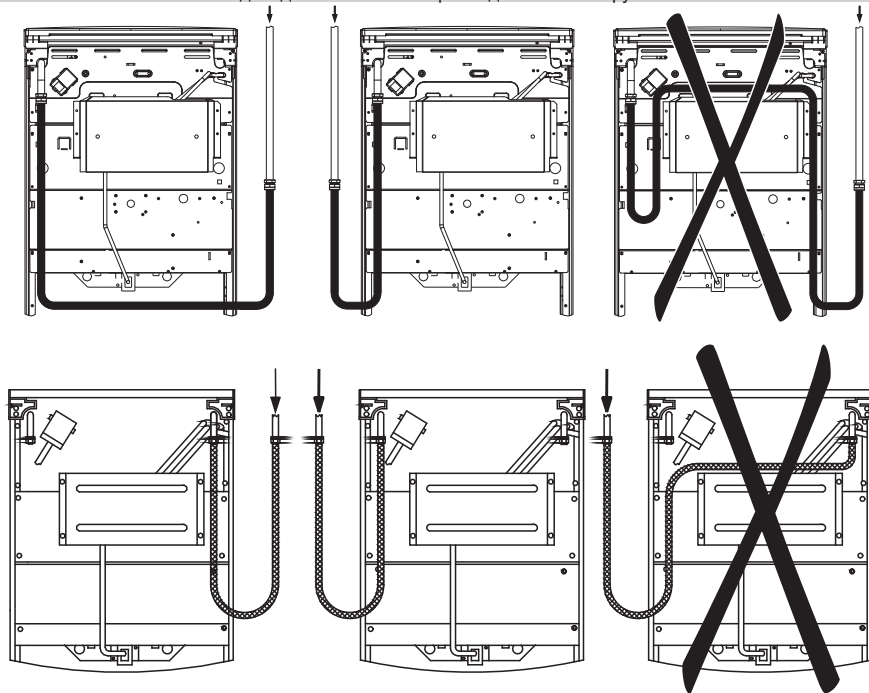

рис. 5
- гибкий присоединительный рукав не должен проходить в зоне горячего воздуха дымохода и касаться задней стенки плиты (рис. 5);
! ПОМНИТЕ! После установки плиты на место обязательно проверьте положение гибкого шланга подводки газа (рис. 5). Он не должен проходить над дымоходом и касаться задней стенки плиты. Во время работы духовки там возникает высокая температура, которая может его повредить.